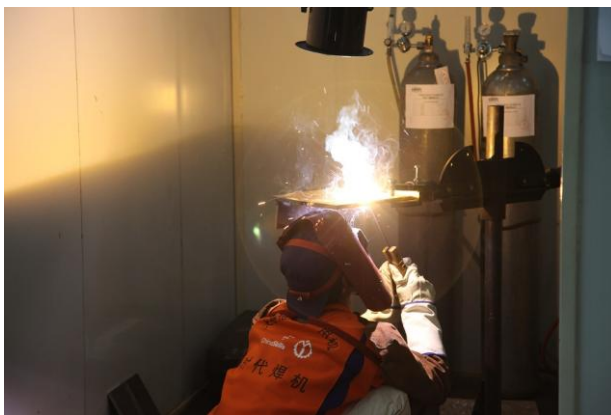

图 1：仰焊正确操作姿势
1. 仰焊时一定要注意保持正确的操作姿势，焊接点不要处于人的正上方，应为上方偏前，且焊缝偏向操作人员的右侧，如图 1 所示，仰焊的焊条夹持方式与立焊相同。